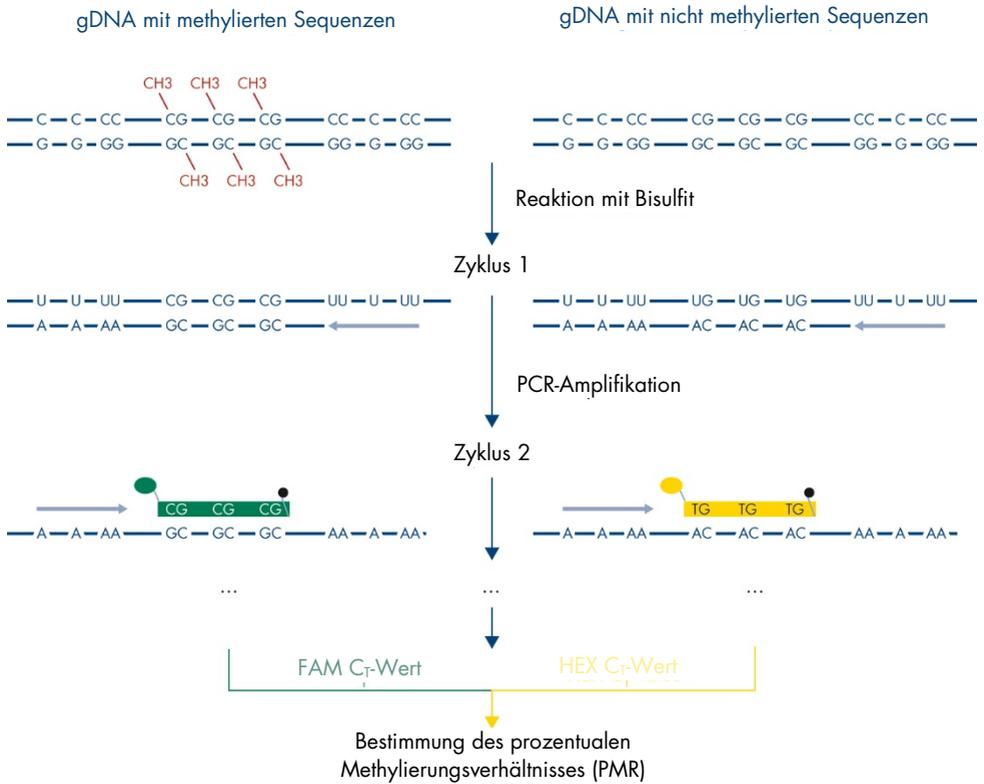

Abbildung 2. Assayprinzip des *therascreen* PITX2 RGQ PCR Kits
Der Assay des *therascreen* PITX2 RGQ PCR Kits nutzt die oligonukleotidhydrolytische Aktivität von TaqMan®-Sonden in Kombination mit Primern, die von Methylierung unabhängig sind (Abbildung 2, nächste Seite). Bei diesem Assay erlaubt ein Primer-Paar die Amplifikation aller Zielsequenzen mit Bisulfit. Da zwei TaqMan-Sonden verwendet werden, die mit unterschiedlichen Farbstoffen markiert sind, ergibt diese Amplifikation zwei unterschiedliche Signale. Diese Sonden sind Oligonukleotide mit einem Reporterfarbstoff (FAM™ oder HEX™) am 5'-Ende und einem farblosen Quencher downstream am 3'-Ende. Die Sonden hybridisieren an die Zielsequenzen im PCR-Produkt. Dabei ist eine Sonde spezifisch für bisDNA-Sequenzen von methylierten Sequenzen, markiert mit FAM-Farbstoff. Die andere Sonde ist spezifisch für bisDNA-Sequenzen von unmethylierten Sequenzen, markiert mit HEX-Farbstoff. Die Analyse mittels TaqMan qPCR beruht auf der 5'→3'-Exonuklease-Aktivität der DNA-Polymerase *Thermus aquaticus* (*Taq*). Bei intakter Sonde führt die Nähe des Reporter-Farbstoffs zum Quencher zur Unterdrückung der Reporter-Fluoreszenz – ein Vorgang, der hauptsächlich auf dem Förster-Resonanzenergietransfer beruht. Wenn die gewünschte Zielsequenz vorhanden ist, lagern sich die Forward- und Reverse-Primer während der PCR an beiden Seiten der hybridisierten Sonde spezifisch an. Das 3'-Ende der Sonde ist blockiert, um eine Verlängerung der Sonde während der PCR zu verhindern (Abbildung 3, Seite 12). Die Sonde wird in der Polymerisationsphase durch die 5'→3'-Exonuklease-Aktivität der DNA-Polymerase gespalten. Dies führt wiederum zur Abspaltung des Quencher-Farbstoffs und daher zur Emission des Reporter-Fluoreszenzsignals. Die Sondenfragmente werden dann von der Zielsequenz verdrängt und die Polymerisation des Strangs wird fortgesetzt. Dieser Vorgang findet in jedem Zyklus statt und hat keinen störenden Einfluss auf die exponentielle Akkumulation des Produkts (Abbildung 3, Seite 12). Ein Anstieg des Fluoreszenzsignals ist nur nachweisbar, wenn die Zielsequenz zu den Primern und zur Sonde komplementär ist und somit bei der PCR amplifiziert wird. Der PCR-Zyklus, bei dem die Fluoreszenz einer bestimmten Reaktion den von dem *therascreen* PITX2 Assay Package vorgegebenen Schwellenwert überschreitet, wird als C_T-Wert bezeichnet.
Das *therascreen* PITX2 RGQ PCR Kit gibt daher am Ende zwei C_T -Werte aus, einen für FAM und einen für HEX. Anhand dieser ΔC_T -Werte von den beiden Signalen wird das PMR berechnet (Abbildung 2, nächste Seite). Die Berechnung des PMR beruht auf der folgenden Formel (11):